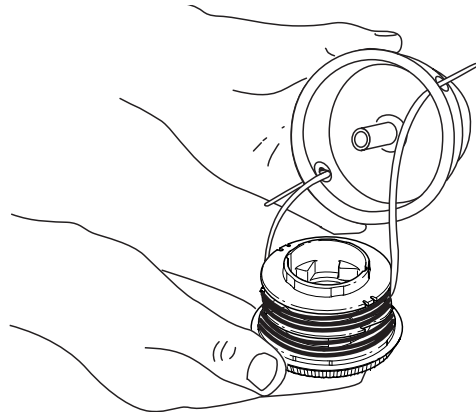

Fig. 15
- Inserte los extremos de la línea de corte del nuevo carrete interior dentro de los ojalillos de la bobina exterior (Fig. 15). Coloque el nuevo carrete interior con la flecha hacia arriba dentro de la bobina exterior.